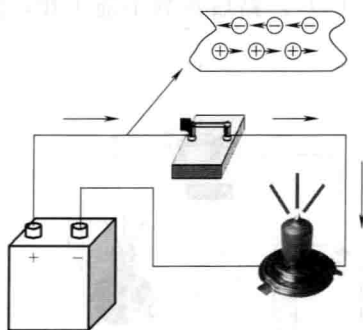

图 1-11 电流的方向
② 电流的方向 电路中正电荷移动的方向称为电流的方向。将导线的一端连接蓄电池的正极, 另一端连接于蓄电池的负极, 在同性相斥, 异性相吸的作用下, 导线内的自由电子受到负极的排斥和正极的吸引而由负极向正极移动, 自由电子的流动便形成了电流, 如图 1-11 所示。
③ 电流的大小 电流的大小用电流强度表示, 其数值等于单位时间内通过导体横截面的电荷量, 以字母 I 表示。